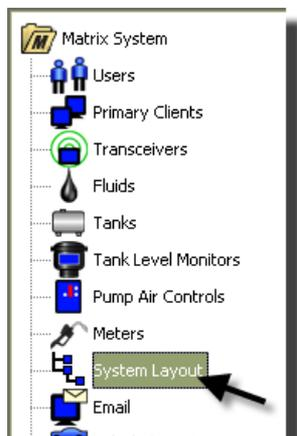

FIG. 123
1. Pour afficher l'écran principal de configuration du système, sélectionnez "**System Layout**" (Configuration du système) dans la liste du panneau du système Matrix (FIG. 123). Avant d'établir la configuration du système, vous devez d'abord ajouter les réservoirs (page 78) et les compteurs (page 91).